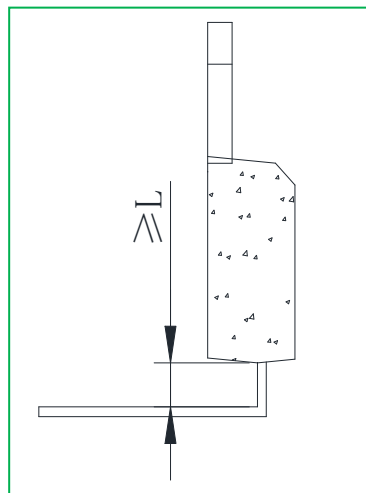

图4 垂直弯折引脚
2.2.3 垂直（与器件丝印面垂直）弯折引脚时，如下图4所示，请在距器件塑封本体一定距离（L）以上进行弯折。具体距离L，可参考下表1所述。